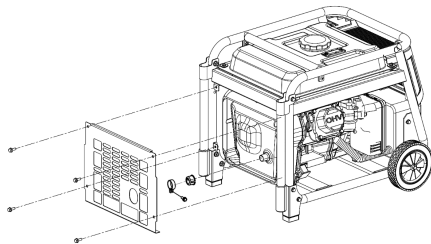

Figure 15 Démontez le pare-étincelles
7.5 Réparation de pare-étincelles, voir la figure 15.